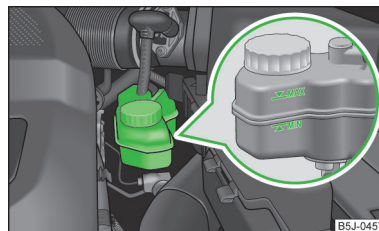

Fig. 129
- Controllare il livello del liquido dei freni nel serbatoio » fig. 129. Il livello deve essere compreso tra le tacche "MIN" e "MAX".